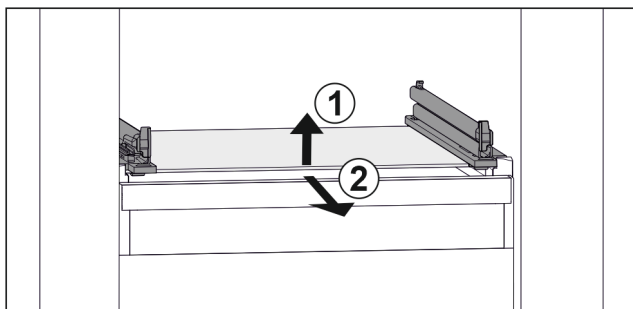

Fig. 72 Příklad znázornění skleněné desky
- ▶ Nadzvedněte skleněnou desku vpředu. Fig. 72 (1)
- ▶ Vyjměte skleněnou desku dopředu. Fig. 72 (2)